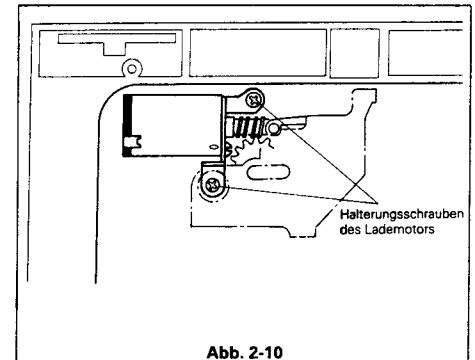

Abb. 2-10
2. Entfernen Sie die beiden Rahmenbefestigungsschrauben wie in Abb. 2-10, nehmen Sie dann den Rahmen und die Polsterung ab.